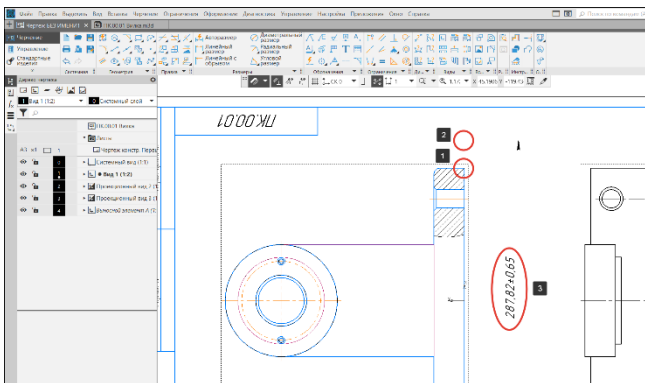

Рисунок 236 – Изменение положения размерной линии
Данные точки можно перенести, кликнув на них левой кнопкой мышки. При переносе размерной линии в сторону (1,2) вслед за увеличением/уменьшением размерной линии также будет изменяться числовое значение размера (3) (Рисунок 236). Это означает, что при перестроении трехмерной модели и обновлении чертежа, размер не будет изменяться вслед за видом. Для того, чтобы размер был привязан к виду, рассмотрим простановку параметризованных размеров.